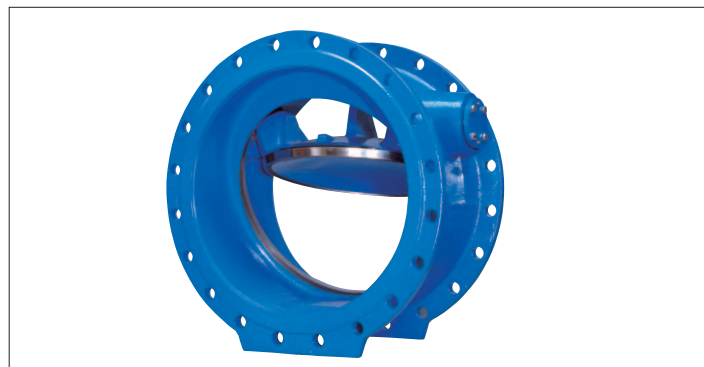

Рис. 5: Обратный клапан SKR с эпоксидным покрытием
- Вода, сырая вода, охлаждающая вода, слабокислые и слабощелочные растворы (рис. 5)